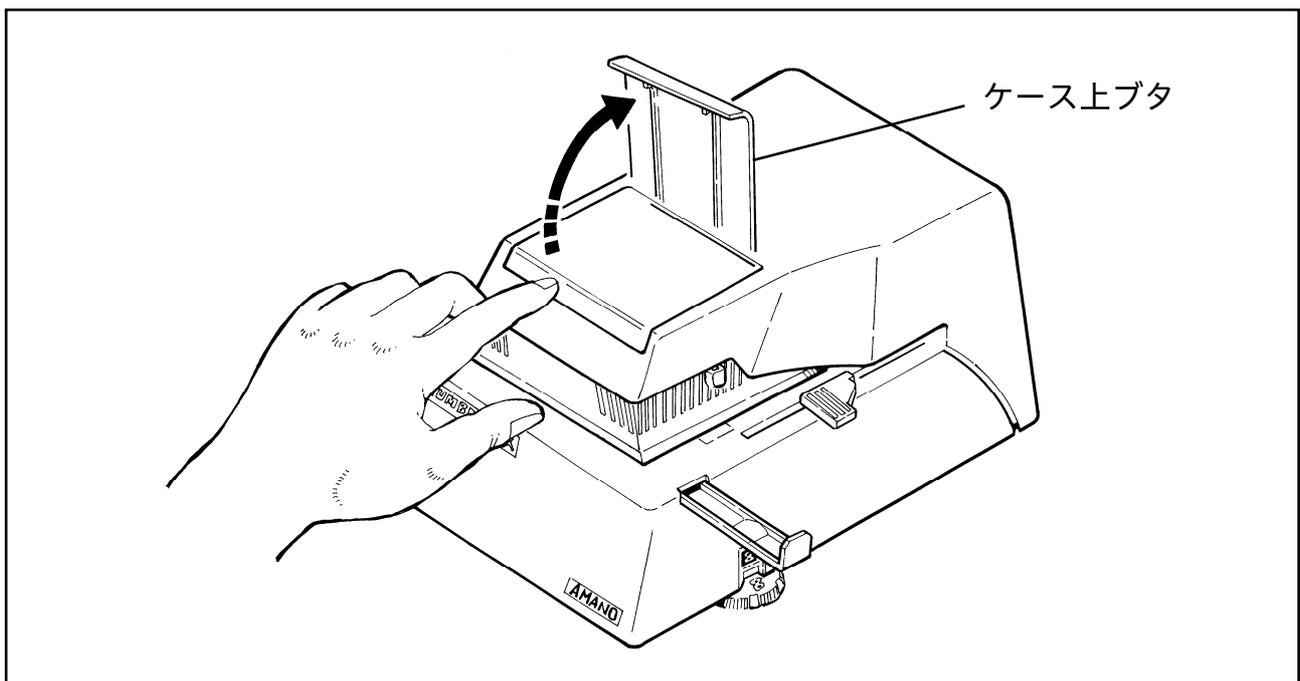

図6
(2) 活字を合わせるには、ケース上ブタの手前を軽く押しながら上に開け（図6参照）、ボールペン等を利用し、手前から奥に活字を回しながら活字合わせ窓に合わせてください。（次ページ図7参照）